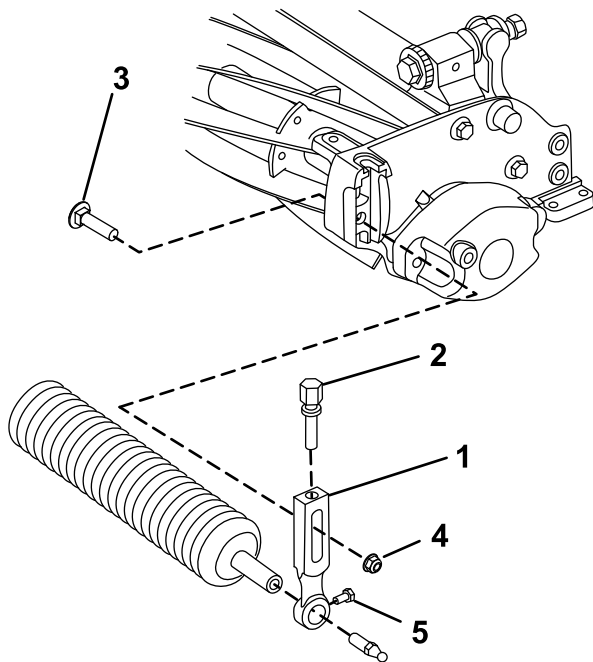

Figure 3
1. Retirez le boulon de charrue, la rondelle et l'écrou à embase qui fixent un des bras de réglage de hauteur de coupe au panneau latéral de l'unité de coupe (Figure 3).
3. Faites glisser l'arbre de rouleau dans le bras de réglage de hauteur de coupe de l'autre côté de l'unité de coupe (Figure 3).
4. Glissez le bras de réglage de hauteur de coupe sur l'arbre du rouleau (Figure 3).
5. Fixez légèrement le rouleau sur l'unité de coupe avec le bras de réglage de hauteur de coupe et les fixations retirés précédemment (Figure 3).
7. Serrez les vis de fixation du rouleau (Figure 3).
2. Desserrez les vis de fixation du rouleau dans les bras de réglage de hauteur de coupe (Figure 3).